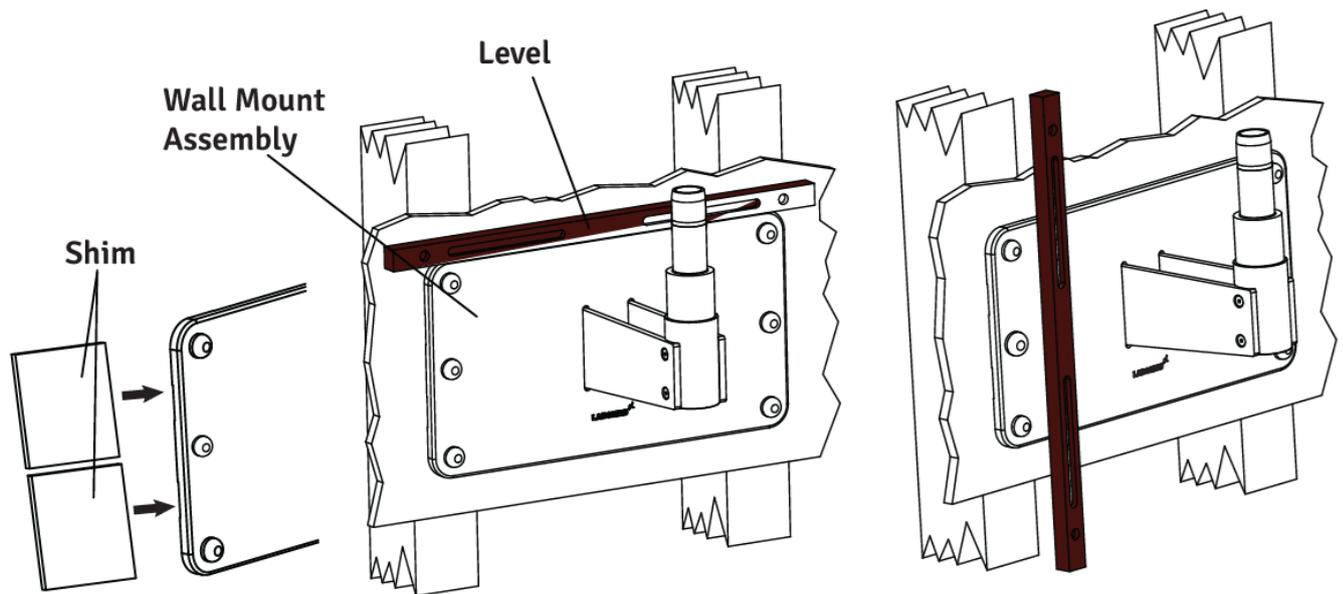

Abb. 22
2. Legen Sie eine Wasserwaage über die Oberseite der Rückplatte, um die horizontale Ausrichtung zu überprüfen. Siehe Abbildung 22.
5. Legen Sie auf beiden Seiten eine Wasserwaage senkrecht an die Wandhalterung, um sicherzustellen, dass sie senkrecht zum Boden steht. Siehe Abbildung 22.
6. Wenn die Wandhalterung nicht senkrecht steht, fügen Sie Unterlegmaterial zwischen der Wandhalterung und der Wand ein. neben den Zugschrauben. Siehe Abbildung 22. Überprüfen Sie dies mit der Wasserwaage und ziehen Sie die Zugschrauben fest, sobald die Halterung waagrecht ist.
3. Montieren Sie den Arm auf der Wandhalterungsstange (siehe Abb. 22) und setzen Sie den Gewindestopfen wieder ein.